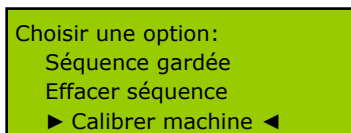

Figure 8.
- "*Calibrer machine*" permet d'ajuster la précision de rotation du système. Pour la sélectionner, placer les curseurs face à cette option comme montré sur la Figure 8 et appuyer sur [ENTER].